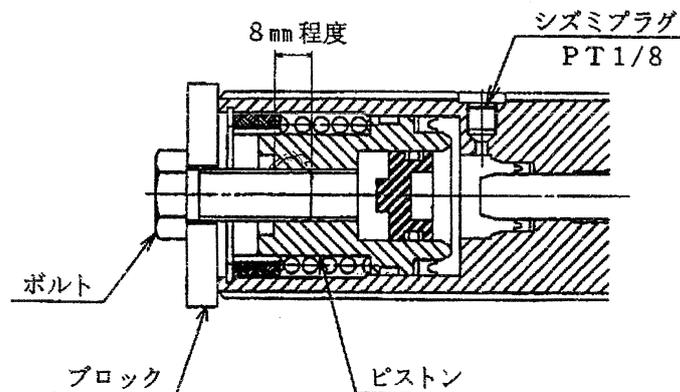

図14 注油前の準備
長さは用意するブロックの厚さとピストンの位置によって異なりますので、ピストンに8mm程度ねじ込めるもの。(図14)
- 3) 先に用意したブロックとボルトを図14のようにセットして下さい。